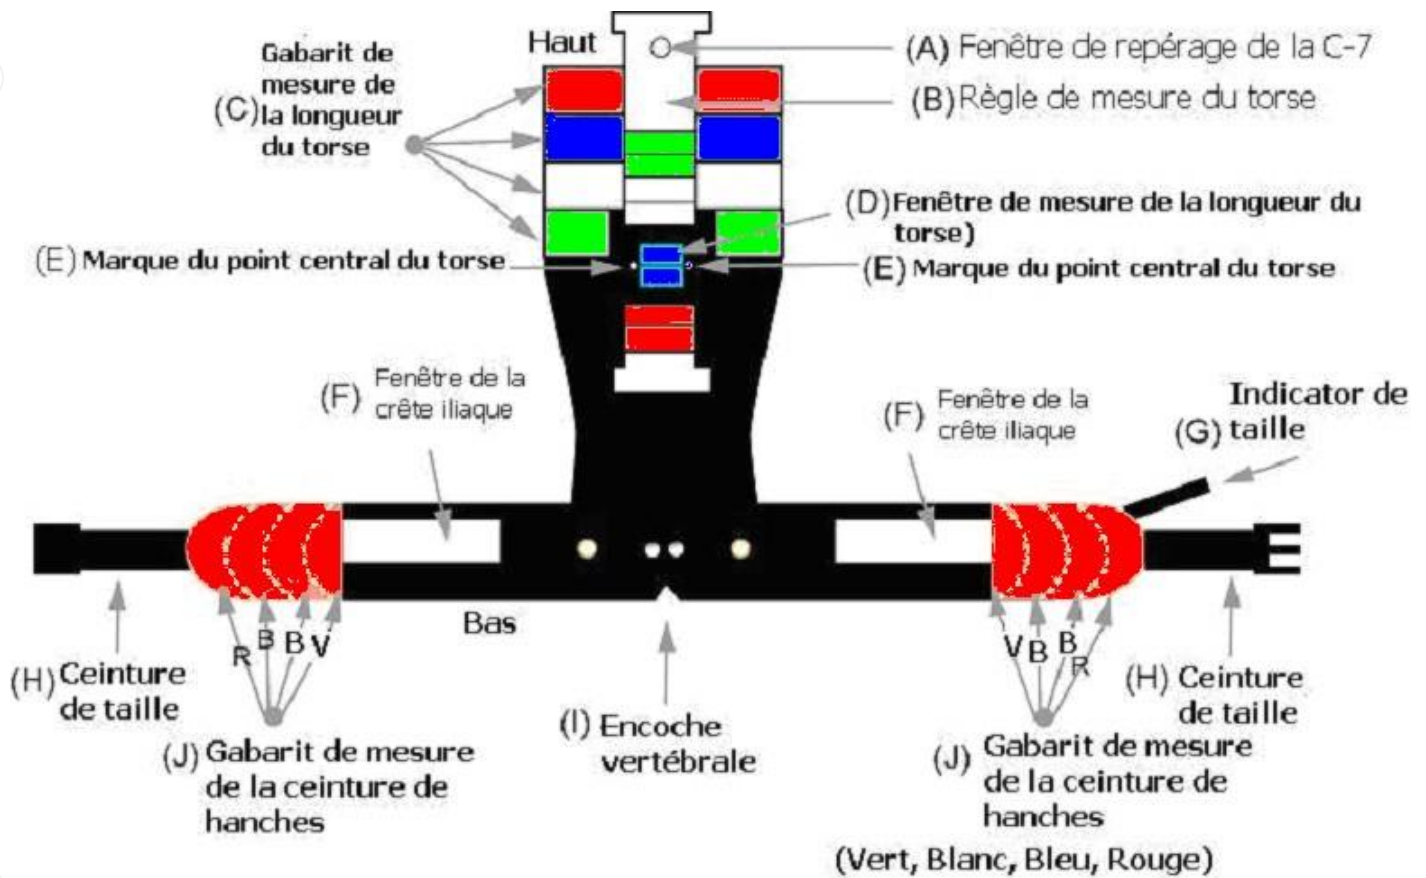
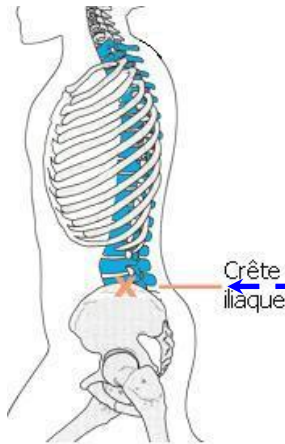
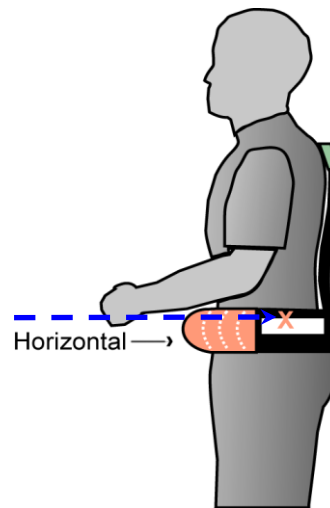
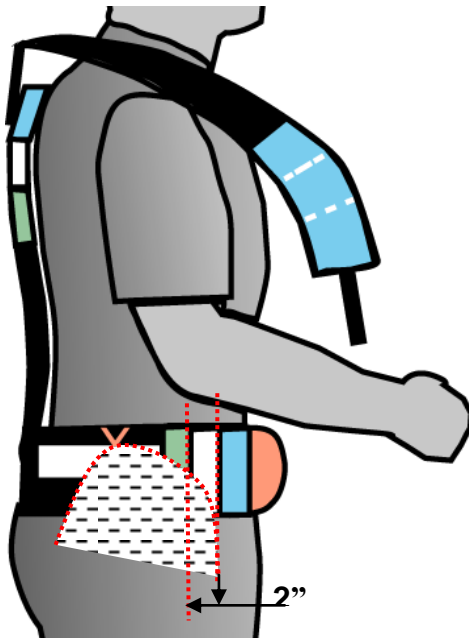

Figure 2 - Appareil de mesure des tailles
Figure 7 – Location de la crête iliaque
Figure 8 – La crête iliaque située dans la fenêtre de l'appareil de mesure des tailles
Figure 19
3. Placez l'appareil de mesure sur le dos du soldat à l'aide de la ceinture de hanches, figure 2-H.
4. Demandez à l'utilisateur de boucler la ceinture de hanches, figure 2-H, sans la serrer.
5. Pliez le gabarit de mesure de la longueur du torse, figure 2-C, vers le corps (Rouge, Bleu et Blanc) pour que le Vert seulement paraisse, figure 6.
6. Demandez à l'utilisateur de repérer la pointe de son os iliaque. Vérifiez-en l'emplacement, figure 2.
7. À l'aide des fenêtres de la crête iliaque, figure 2-F, faire monter ou descendre le gabarit jusqu'à ce que la pointe de la crête, figures 7 et 8, touche le rebord supérieur de la fenêtre de la crête iliaque.
8. Veillez à ce que le gabarit de mesure de la ceinture de hanches, figure 2-J, soit placé à l'horizontale, figure 8.
9. Demandez à l'utilisateur de serrer la ceinture de hanches figure 2-H.
10. Centrez le gabarit à la verticale sur la colonne vertébrale à l'aide de la fenêtre de repérage de la vertèbre C-7, figure 2-A, et de l'encoche vertébrale figure 2-I.
- b) que la pointe de l'iliaque touche le rebord supérieur de la fenêtre de la crête iliaque figure 2-F.
22. Veillez à ce que la ceinture de taille, figure 2-H, soit bien serrée et à ce que le gabarit de mesure de la ceinture de hanches, figure 2-J, reste aligné sur la crête iliaque, figure 19.
- a. la couleur choisi du gabarit de mesure de la ceinture de hanches doit dépasser d'au moins 2 pouces le devant de la crête iliaque, figure 19.
24. Pour déterminer la grandeur de ceinture de hanches, choisissez la couleur du gabarit de mesure de hanches qui dépasse d'au moins 2 pouces le devant de la crête iliaque, figure 19.